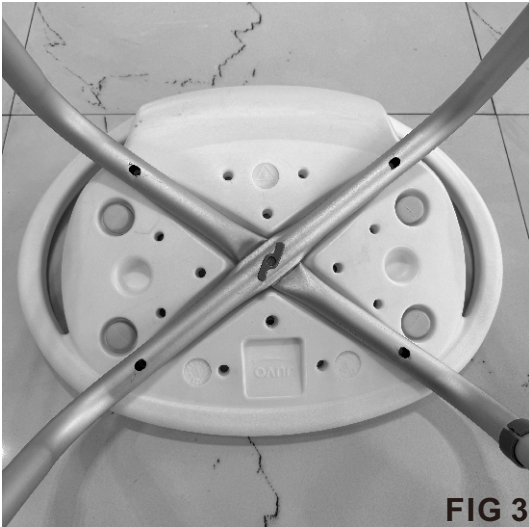

FIG 3
- Legen Sie die U-förmige Beinstütze Nr. 2 quer über die U-förmige Beinstütze Nr. 1 in die mit Nr. 2 gekennzeichnete Aussparung. (Siehe Abb. 3)